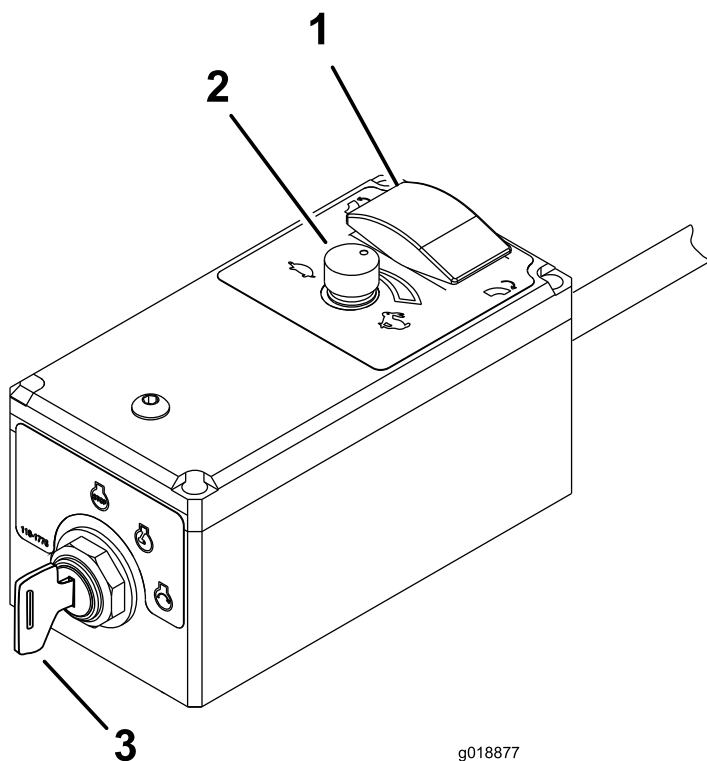

图 10
- 将发动机点火钥匙顺时针旋转至“启动”位置即可启动发动机启动后释放钥匙 图 10。
3. 如果离开机器请将发动机钥匙旋转至关闭位置并从开关中拔出图 10。